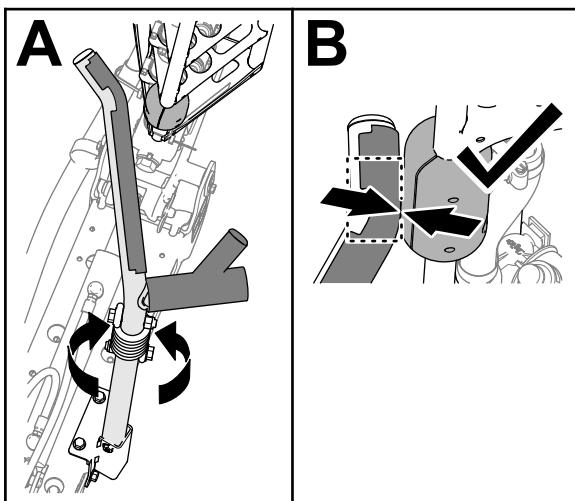

Figura 117
4. Gire el conjunto del soporte hasta que la curva del tubo esté alineada con el tope deslizante del tubo superior del brazo exterior (Figura 117)
Nota: Los topes deben entrar en contacto con el soporte en la curva del tubo superior del soporte (Figura 117).